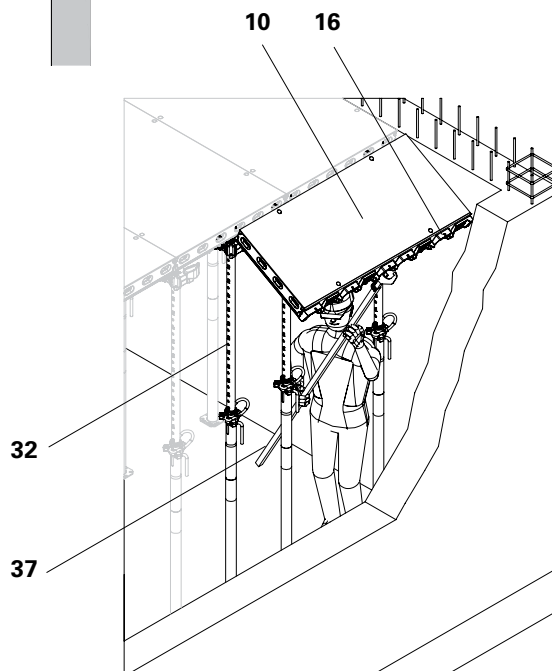

Fig. D3.02
2. Agganciare trasversalmente il pannello con montante di supporto alla testa d'appoggio DFH. Il montante di supporto deve essere rivolto verso la parete. Sollevare e puntellare il pannello con l'asta di montaggio (37). (Fig. D3.02)